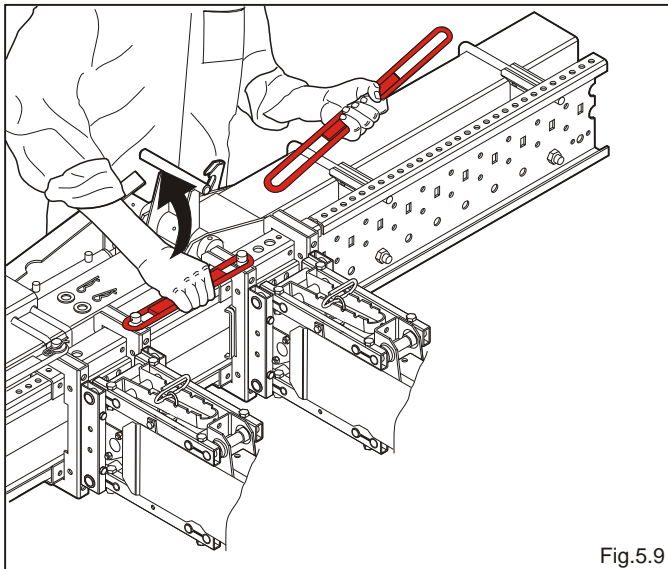

Fig.5.9
- Die montierten Distanzringe abmachen (Abb.5.9).